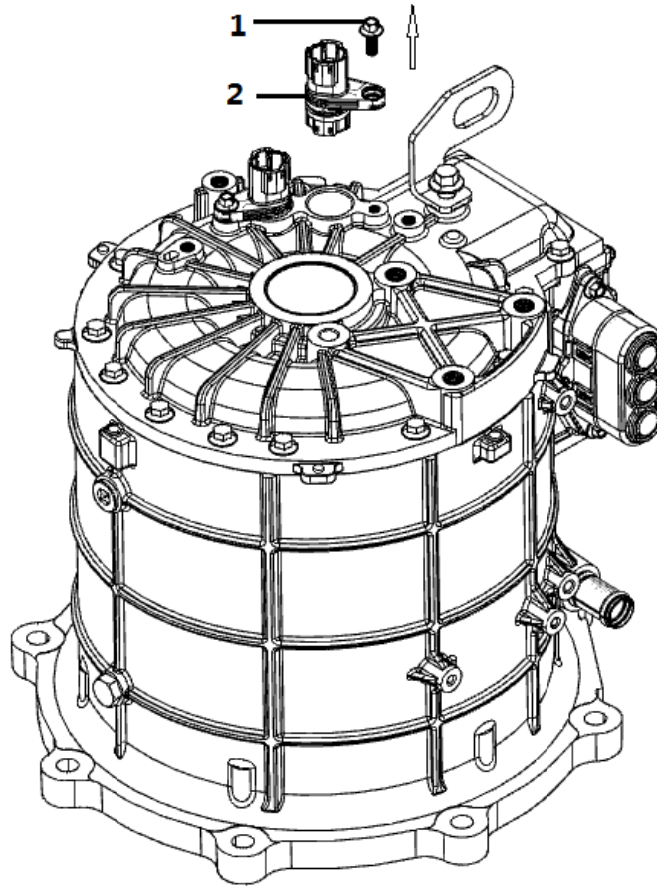

图2
- ② 用扳手将M6\*10六角头螺栓(1)扭下来。
- ② 将旋变接插件(2)取出来,斜口钳将旋变接插件中间部分取下。
- ③ 取新的旋变接插件连上旋变引线端插件,在旋变接插件装配面涂上一层润滑油,箱体配合孔也涂上一层润滑油。再将旋变接插件插入后箱体配合孔内。最后将M6\*10六角头螺栓(1)扭上,扭力为12 N·m。见图2。